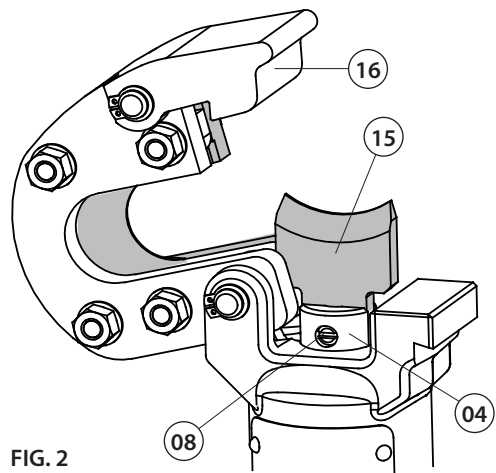

FIG. 2
4. CAMBIO DELLE LAME (Rif. a Fig. 2 e 3)